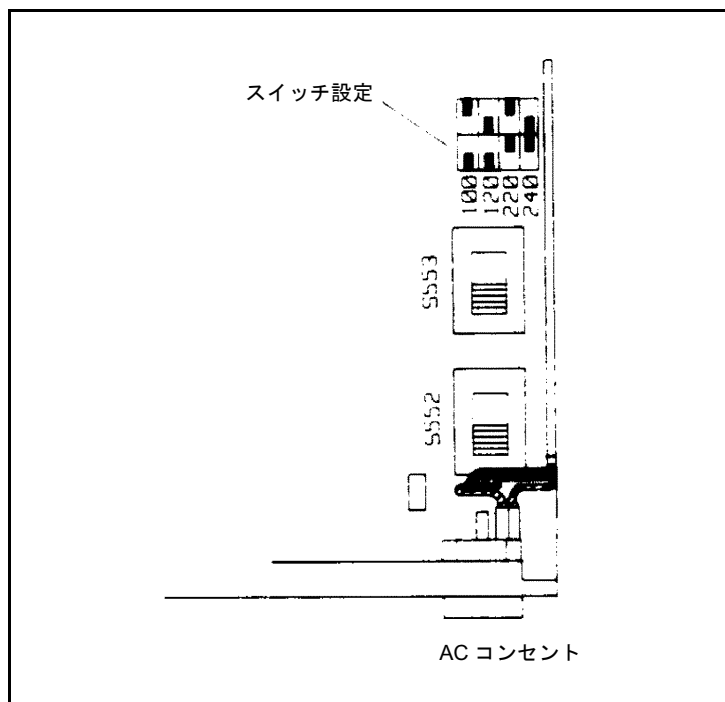

図3-3. 電圧選択スイッチ
2. 電圧選択スイッチS552とS553の位置を確認します（図3-3参照）。